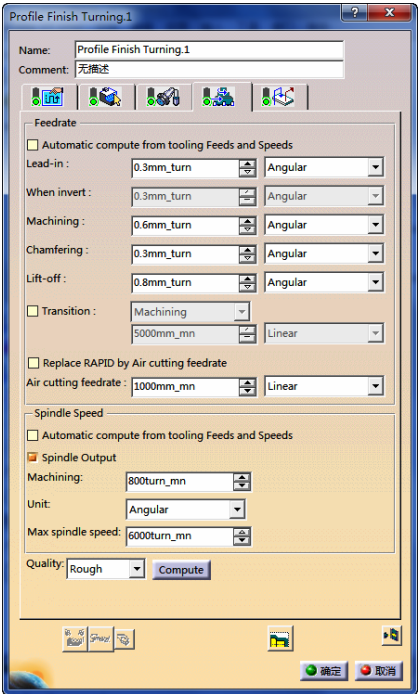

图 6-132 进给率参数选项卡（8）
4) 定义进给率。单击“Profile Finish Turning.1”对话框中的, 切换到进给率参数选项卡(8), 如图 6-132 所示。